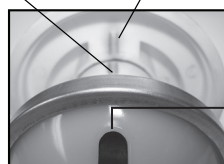

Figure 8
- 6) Alignez la marque d'alignement de la pompe à membrane avec la marque d'alignement de la base du cylindre de pression (fig. 8). La fente dans l'enveloppe de la membrane sera aussi alignée.